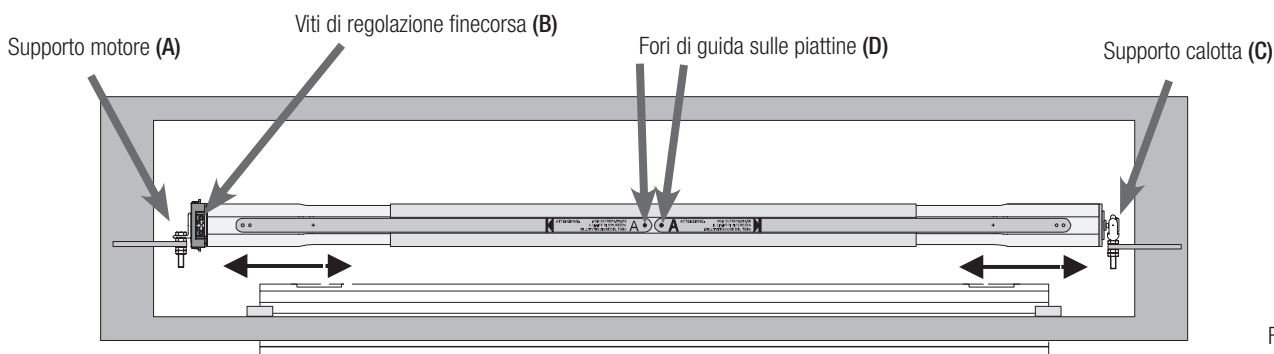

Fig. 16
1. Inserire la testata del motore nell'attacco rapido presente nel supporto motore (Fig. 16 rif. **A**). Il motore deve essere orientato in modo tale da avere accesso alle viti di regolazione dei fincorsa (Fig. 16 rif. **B**).
2. Fare scorrere i componenti telescopici dell'elettrorullo, fino a che la calotta non sia inserita sul cuscinetto presente nel suo supporto (Fig. 16 rif. **C**).
3. Controllare che il rullo sia posizionato in maniera perfettamente orizzontale, modificando eventualmente le altezze dei supporti (Fig. 16 rif. **A-C**), tramite il sistema dado-controdado.
5. In corrispondenza dei fori di guida sulle piattine (Fig. 16 rif. **D**), forare con una punta da ferro \varnothing 5 mm,
6. Nei fori (Fig. 16 rif. **D**) avvitare le viti autofilettanti in dotazione (Fig. 1 Rif. **13**) fissando in maniera salda i componenti del rullo tra loro.
2. Allentare la vite che stringe la piattina (Fig. 16 rif. D).